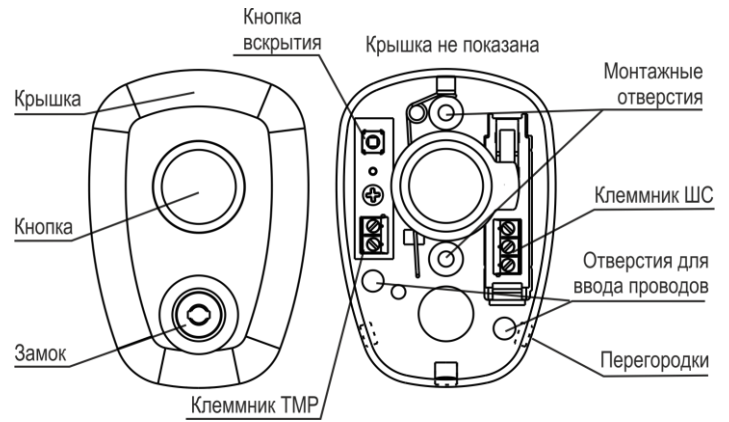

Рисунок 2
4.2 На основании установлены печатные платы с радиоэлементами, клеммниками винтовыми для внешних подключений и кнопкой вскрытия, которая при снятии крышки формирует извещение о вскрытии (рисунок 2).